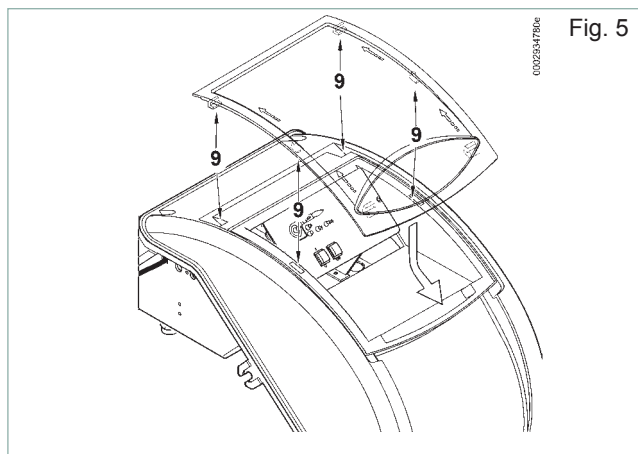

Fig. 5
- 为了正确安装好透明的盖板，如图5所示，对应各自的点（9）定位挂钩，并按箭头方向滑动门直到听到轻微的接触。这时就可以确保密封良好。